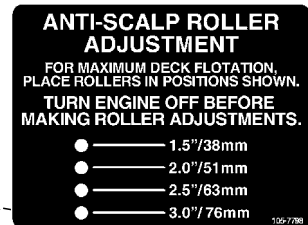

Figure 21
3. Après avoir réglé la hauteur de coupe, réglez les galets en retirant l'écrou à collerette, la bague, l'entretoise et le boulon (Figure 20, Figure 21 et Figure 50).
- Remarque:** Les deux galets centraux ne sont pas munis d'entretoise (Figure 21).
5. Posez l'écrou à collerette, la bague, l'entretoise et le boulon. Serrez à 54–61 Nm (40–45 pi-lb) (Figure 20, Figure 21 et Figure 50).